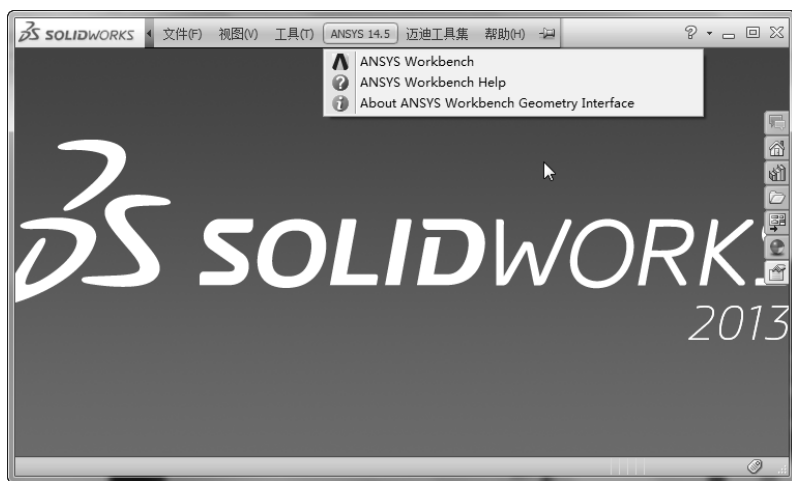

图 2-115 ANSYS Workbench 集成到 SolidWorks 中
5) 启动 SolidWorks 软件, 此时在窗口中出现【ANSYS 14.5】菜单, 如图 2-115 所示。